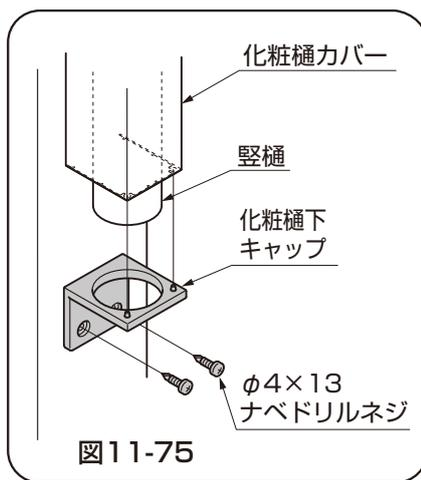

図11-75
- ③ 化粧樋下キャップを豎樋・化粧樋カバーに差込み、柱に「φ4×13ナベドリルネジ」で取付けてください。(図11-75参照)